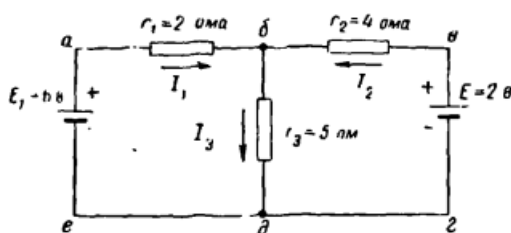

Рис.6. Схема електричного ланцюга
2. В електричному ланцюзі (рис. 6) визначити струми на окремих ділянках.